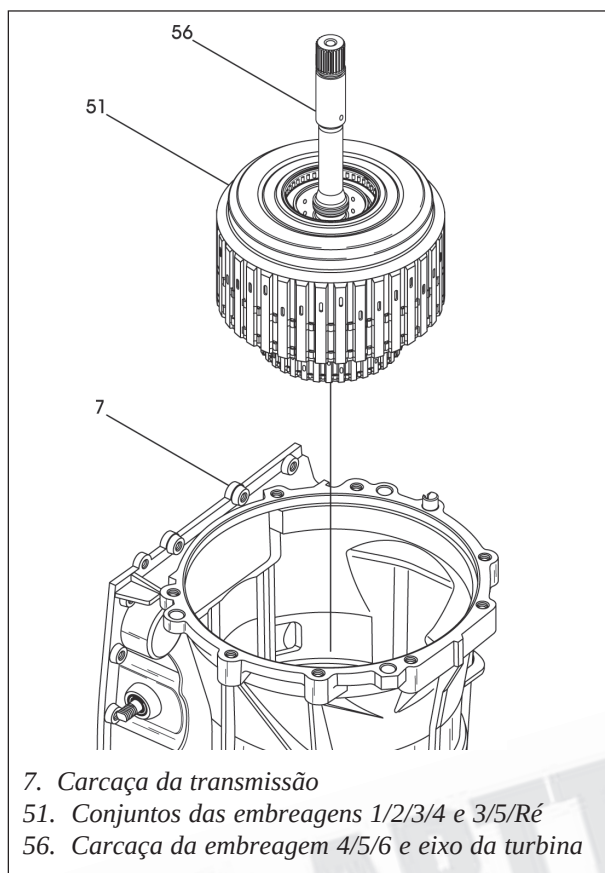

Figura 45
7. Remova a carcaça da embreagem 4/5/6 e o tambor da embreagem 3/5/Ré como um só conjunto levantando-os na vertical, pelo eixo da turbina, conforme mostra a figura 45.